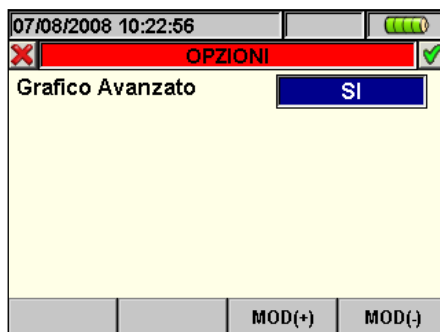

Fig. 162: Opções (Gráfico Avançado)
- O botão **F4** (ou a opção **OPÇÕES** no display) para aceder à Página de activação de “Gráfico Avançado” (Fig. 162).